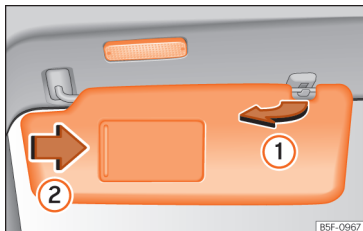

Fig. 88 Pala do sol.
- A pala do sol pode ser puxada para fora da fixação e ser virada para a porta »» **Fig. 88 ①**.